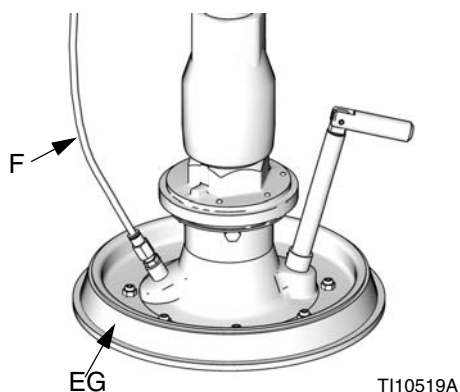

FIG. 10
Consultez la FIG. 10. Si le cylindre sort difficilement du seau lorsque la pompe est relevée, il est possible que le tuyau d'assistance pneumatique (F) ou le clapet anti-retour soit bouché. Une vanne bouchée empêche l'arrivée de l'air sous le plateau qui devrait aider à la sortie du seau.
2. Débouchez le tuyau d'assistance pneumatique (F) du cylindre. Nettoyez toutes les pièces de la vanne et remontez-les.